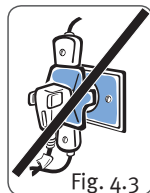

Fig. 4.3
**Não use extensões ou benjamins (Fig. 4.3).**